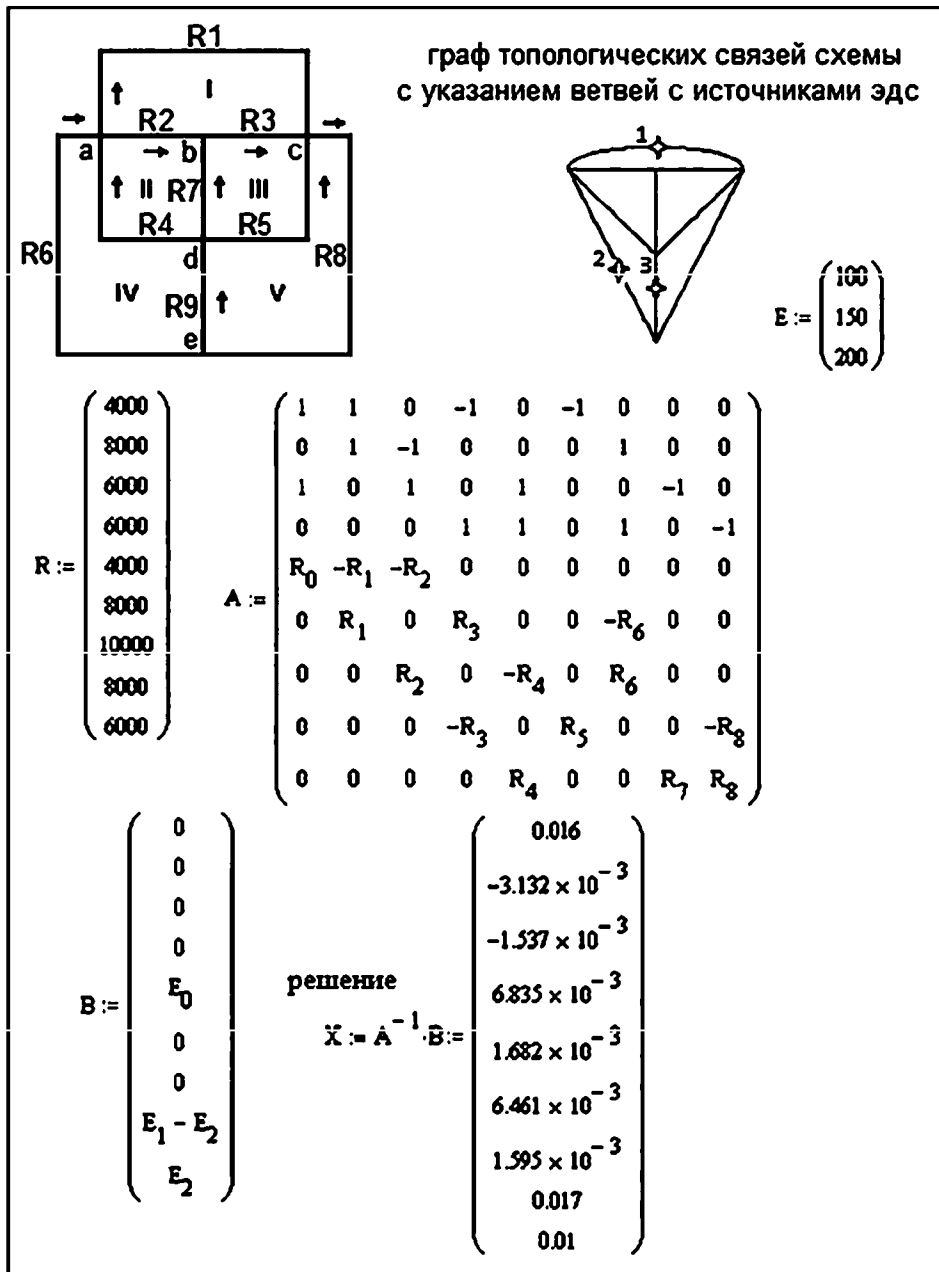

Рис. 1.51. Образец листинга выполнения задания для расчета цепей постоянного тока
*Задача 2.* Пример расчета сложной электрической цепи постоянного тока, состоящей из 9 ветвей в математическом пакете MathCad приведен в листинге на рис. 1.51.